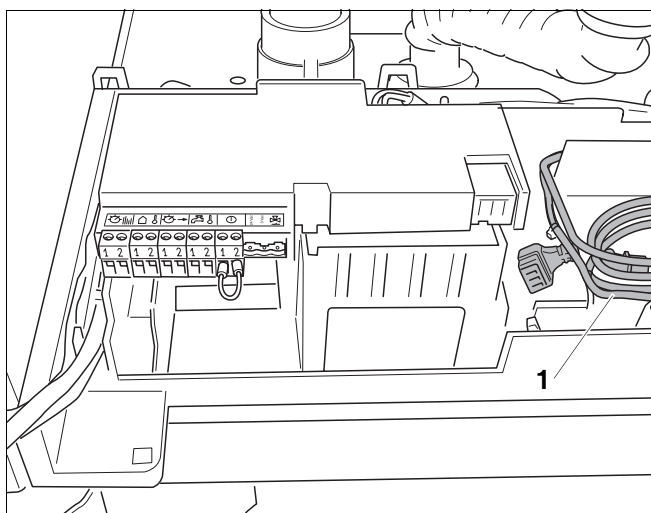
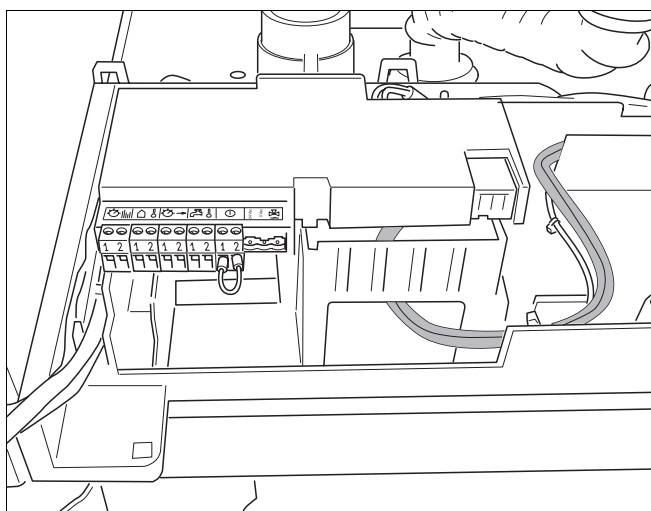

Fig. 27 Aansluitkabels van de pomp
Fig. 28 Aansluitkabels van de pomp
- Rol de 230 VAC-aansluitkabel (→ fig. 27 en 28) als de tachokabel (dit is de extra kabel voor het aansturen van een modulerende pomp; [1]) uit en voer deze door het cv-toestel naar buiten (→ fig. 28).